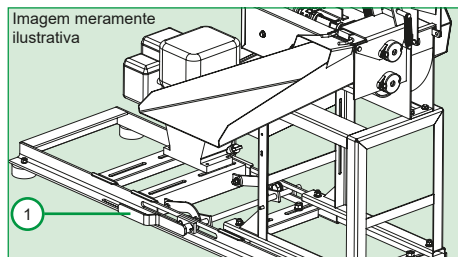

Figura 8
- ✓ Na posição de alívio, ligue o motor e após o motor elétrico ou a gasolina atingir sua rotação máxima, empurre a alavanca (1) do tencionador de correia na direção indicada na Figura 8.